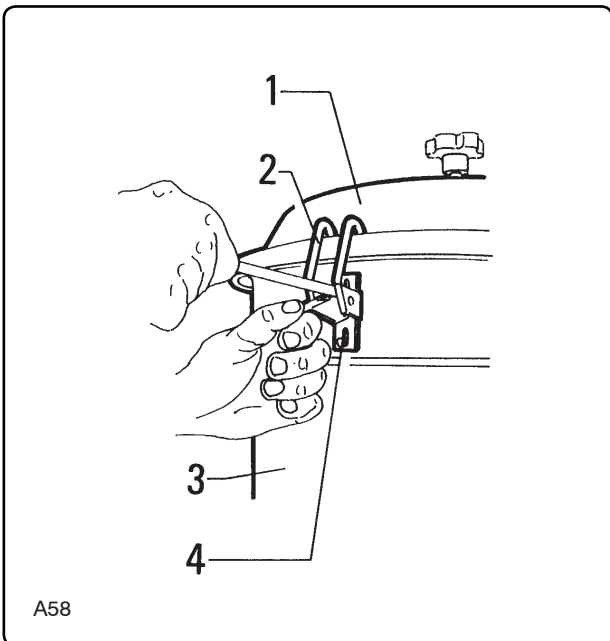

Fig.8.5.6
8.5.5 - Verifica tenuta del coperchio (fig. 8.5.6)
8.5.5 - Checking the cover seal (fig. 8.5.6)
8.5.5 - Vérification de l'étanchéité du couvercle (fig. 8.5.6)
8.5.5 - Prüfen des Deckels auf dichten Sitz (Abb. 8.5.6)